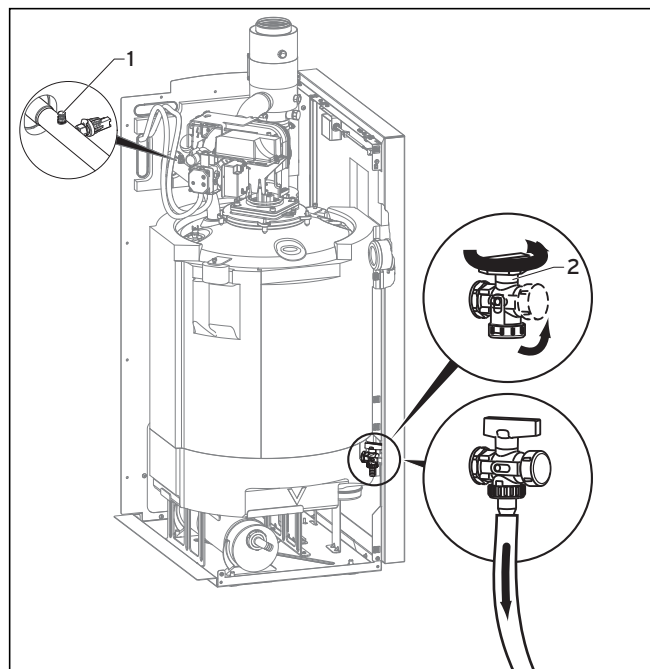

Fig. 7.21 Vidange de l'appareil côté chauffage
- Ouvrez le robinet de vidange (**2**, voir fig. 7.21).
- Ouvrez le raccord fileté de purge (**1**) (voir Fig. 7.21) de l'appareil de chauffage, pour vidanger complètement l'appareil.